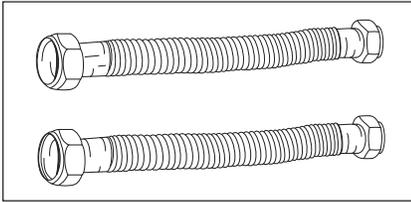

Figure 1 - Les connecteurs flexibles comportent des raccords de compression et ne nécessitent aucune soudure.
- Connecteurs filetés (Figure 1) pour les conduites d'eau froide et d'eau chaude.
- Pour les domiciles à tuyauterie en cuivre, il est possible d'utiliser des connecteurs avec raccords à compression qui ne nécessitent pas de soudure (Figure 1). Les raccords de compression constituent une méthode de pose plus facile que le soudage des tuyaux en cuivre.